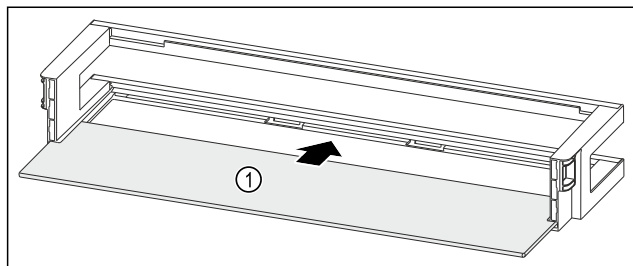

Fig. 97 Deurrek met draagplateau
- Draagplateau Fig. 97 (1) in de zijdelingse inkepingen schuiven.